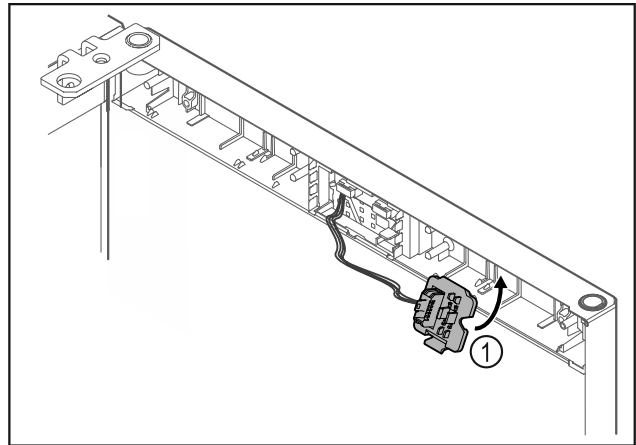

Fig. 18
- Steckerhouder Fig. 18 (1) aan tegenoverliggende zijde vergrendelen.